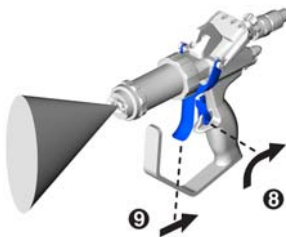

FIG. 29
9. Déverrouiller la gâchette du pistolet. Voir FIG. 29.
10. Tirer sur la gâchette pour commencer la distribution. Voir FIG. 29.